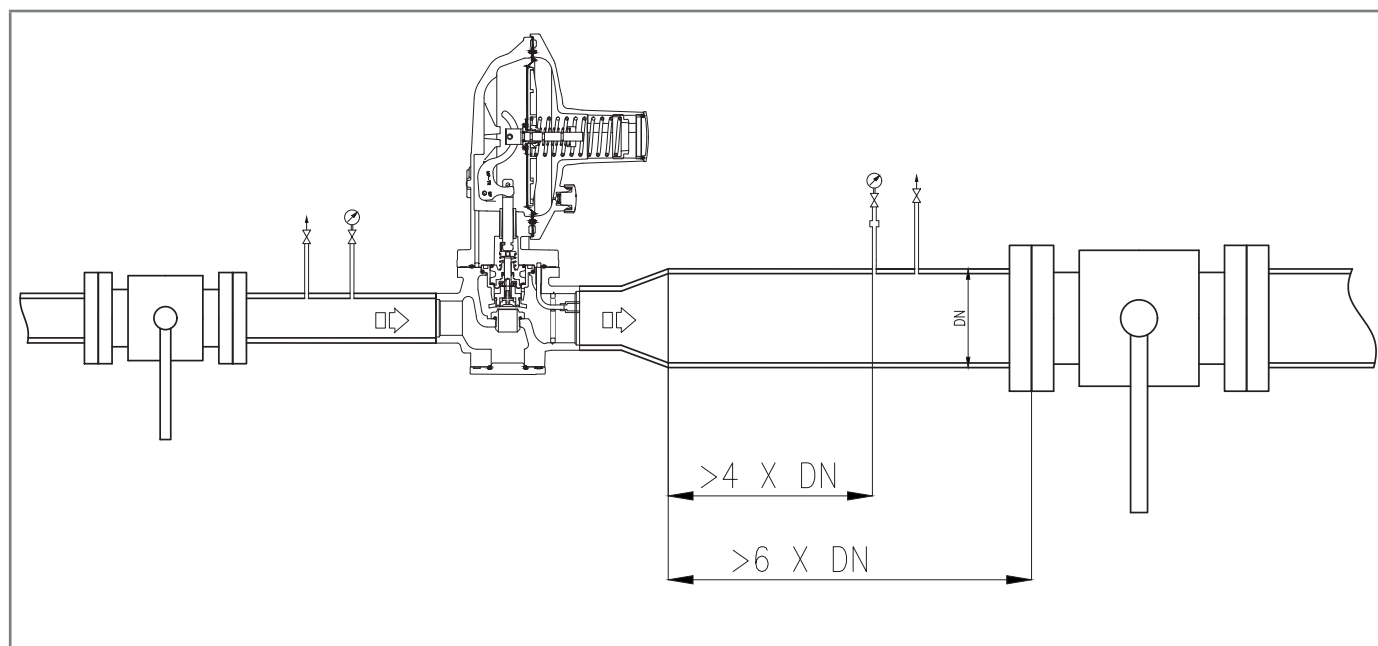
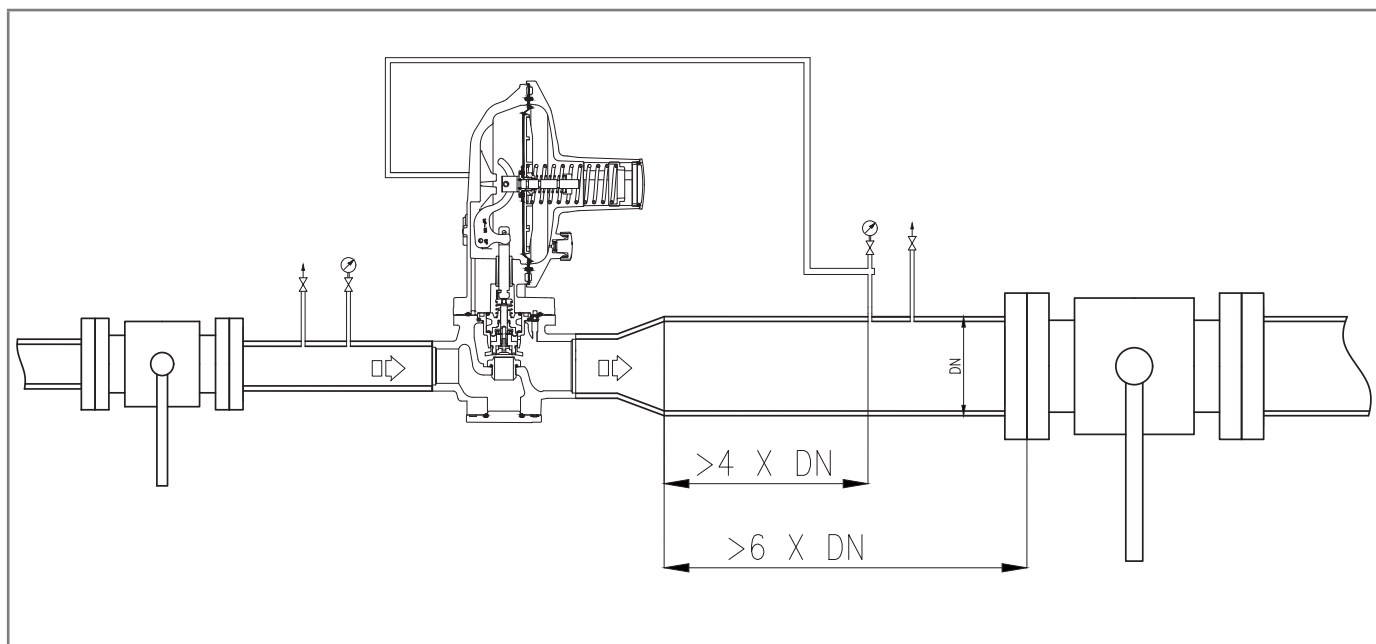
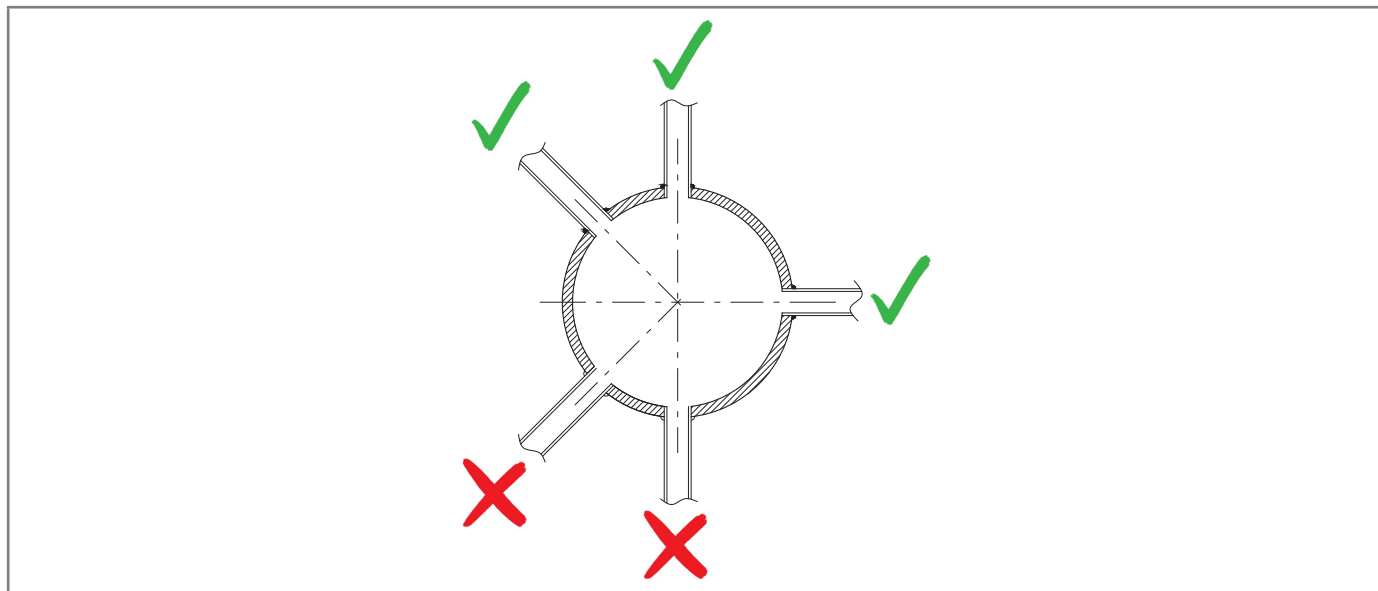

Fig. 6.13. Collegamento prese d'impulso alla tubazione di valle DIVAL 500
Fig. 6.14. Collegamento prese d'impulso alla tubazione di valvole DIVAL 500 con funzione di monitor
Fig. 6.15. Attacchi saldati della tubazione
Per l'apparecchiatura Dival 500 le prese d'impulso sono interne (Fig. 6.13), per il Dival 500 con funzione di monitor in linea le prese d'impulso sono esterne (Fig. 6.14).
- gli attacchi della connessione pneumatica siano sempre saldati sulla parte superiore o sull'asse orizzontale della tubazione stessa (fare riferimento a Fig. 6.13 e Fig. 6.15);